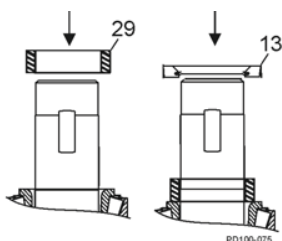

Abbildung 33 - Montage der hinteren Dichtung
1. Montieren Sie die Zahnradstanzstücke (Abbildung 33, Pos. 29).
3. Montieren Sie die Öldichtungen mit der Feder nach außen gerichtet (Abbildung 33, Pos. 13).